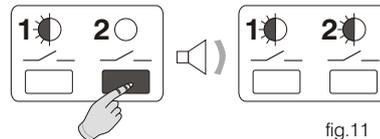

fig.11
- Mantenere premuto il **tasto 2** fino alla emissione di un singolo segnale acustico, quindi rilasciarlo. Entrambi i **LED** sono lampeggianti. Il **canale 2** è predisposto per essere asservito al **cronotermostato "Master"** (fig.11).